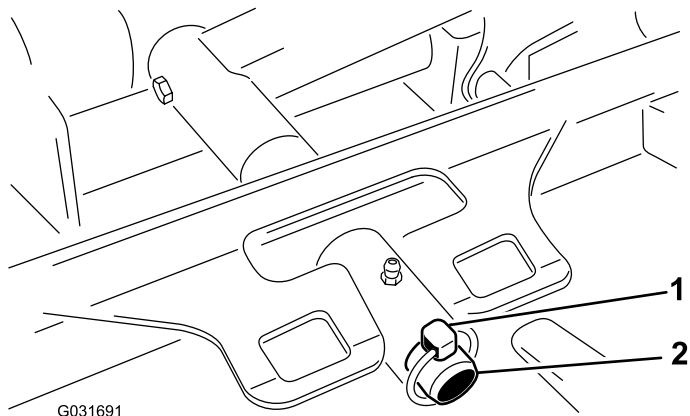

Рисунок 72
3. Извлеките шплинт, который крепит несущую раму деки к оси поворота подъемного рычага (Рисунок 72).
3. Наденьте несущую раму деки на ось поворота подъемного рычага и закрепите ее при помощи шплинта с кольцом (Рисунок 72).